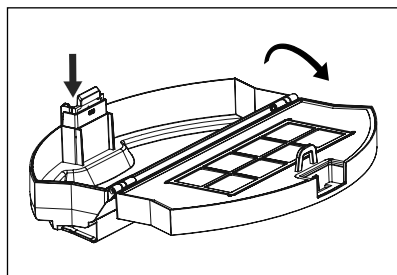

Fig. 8
- 2) Tryk på oplåsningsknappen **15** på støvbeholderen **16**, og klap den op (se fig. 8).